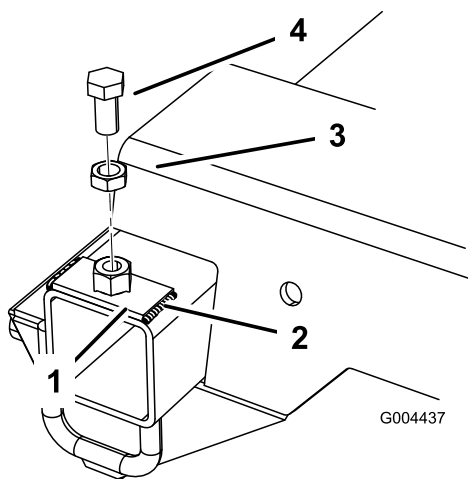

Figure 5
- 4. Soudez les côté gauche et droit de la nouvelle plaque au cadre avec un angle de 1/4 pouce (Figure 5). Retirez le boulon et l'écrou de blocage une fois qu'ils ont refroidi.